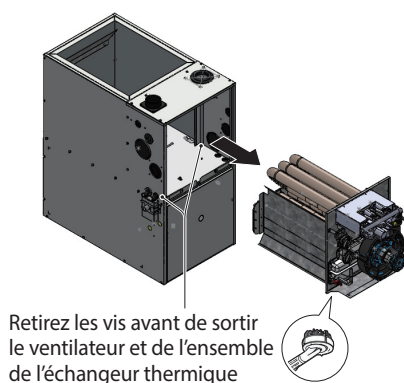

Figure 39
8. Lorsque l'assemblage de l'échangeur de chaleur a été enlevé, vous pouvez ensuite nettoyer les bobines à l'aide de la brosse douce de l'aspirateur. (Figure 39)